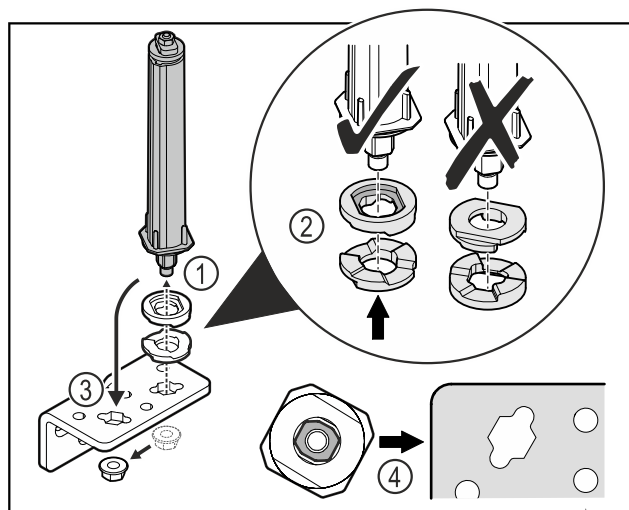

Fig. 31
- Løsne mutteren og fjern dørlåsesystemet Fig. 31 (1).
- Sørg for riktig justering av høydejusteringsskivene Fig. 31 (2).
- Flytt dørlukkesystemet til hengselvinkelen og fest med mutteren Fig. 31 (3).
- Sørg for at dørlukkesystemet er riktig innrettet når du setter det inn Fig. 31 (4).